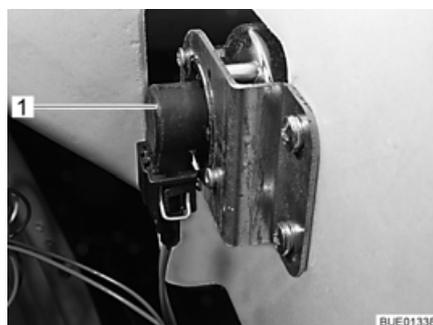

Bild 217 Fahrtrichtungsanzeiger
- Hinter den Lampenhalter (Bild 217,1) greifen.